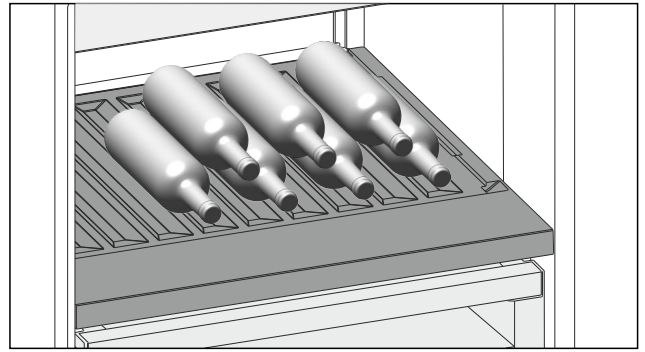

Fig. 117
- ▶ Flaschen mit dem Boden nach hinten zur Rückwand einlegen. (siehe Fig. 117)